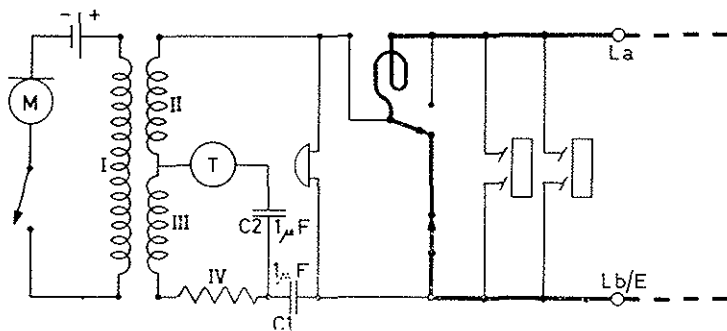

Fig 14.
33. Fig 14 viser utgående induktoranrop. Når en sveiver på induktorsveiven, etablerer fjærkontakten på induktoren forbindelse med «Lb/E», gjennom linjen og tilbake over «La» og til induktoren. Dette er den vei som yter minst motstand. Svært lite av induktorstrømmen vil trenge videre inn i telefonen, da de øvrige kretsene p g a kondensatorene på 1 mikro F' yter for stor motstand.